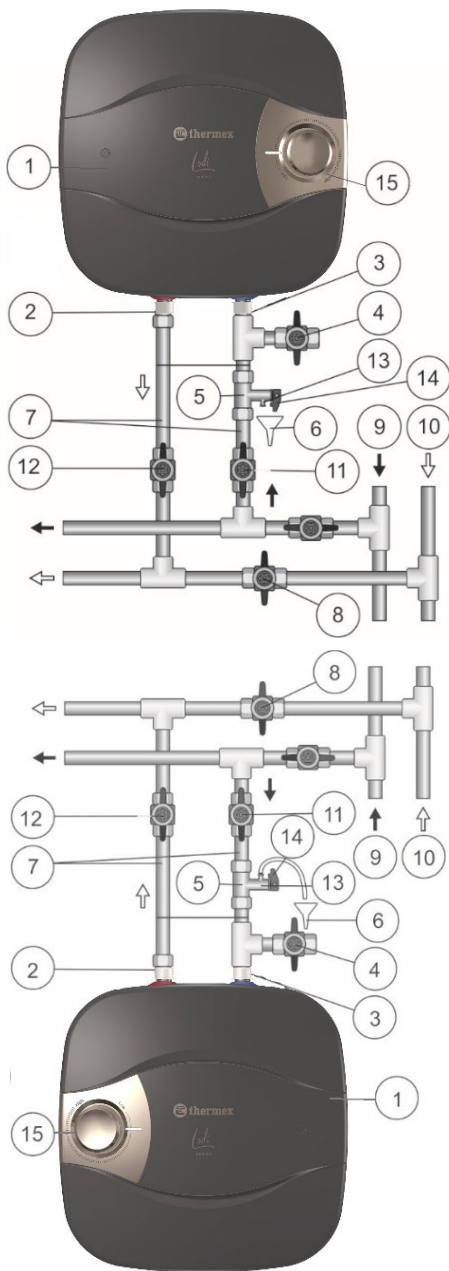

Рисунок 1-2. Схема подключения ЭВН к водопроводу сверху и снизу
Внутренний бак имеет специальное биостеклофарфоровое покрытие, надежно защищающее внутреннюю поверхность от химической коррозии и, как следствие, длительный срок эксплуатации. Пространство между внешним корпусом и внутренним баком заполнено пенополиуретаном - современной, экологически чистой теплоизоляцией, обладающей наилучшими характеристиками теплосбережения. Модели THERMEX Lodi имеют два резьбовых патрубка: для входа холодной воды (Рис. 1-2, п. 3) с синим кольцом и выхода горячей воды (Рис. 1-2, п. 2) - с красным кольцом. На лицевой стороне ЭВН, во всех моделях, находится панель управления (Рис. 1-2, п. 15).
Предохранительный клапан (Рис. 1-2, п. 5) выполняет функции обратного клапана, препятствуя попаданию воды из водонагревателя в водопроводную сеть в случаях падения в последней давления и в случаях возрастания давления в баке при сильном нагреве воды, а также функции защитного клапана, сбрасывая избыточное давление в баке при сильном нагреве воды. Во время работы водонагревателя вода может просачиваться из выпускной трубы предохранительного клапана для сброса излишнего давления, что происходит в целях безопасности водонагревателя. Эта выпускная труба должна оставаться открытой для атмосферы и быть установлена постоянно вниз и в незамерзающей окружающей среде.
Необходимо обеспечить отвод воды из выпускной трубы предохранительного клапана (Рис. 1-2, п. 5) в канализацию, предусмотрев при монтаже ЭВН соответствующий дренаж (Рис. 1-2, п. 6).
Необходимо регулярно (не реже одного раза в месяц) проводить слив небольшого количества воды через выпускную трубу предохранительного клапана (Рис. 1-2, п. 13). в канализацию для удаления известковых осадков и для проверки работоспособности клапана. Для открывания клапана он снабжен ручкой (Рис. 1-2, п. 5). Необходимо следить, чтобы во время работы ЭВН эта ручка находилась в положении, закрывающем слив воды из бака.
Установить предохранительный клапан (Рис. 1-2, п. 5) на входе холодной воды (Рис. 1-2, п. 3), помеченном синим кольцом, закрутив на 3,5 - 4 оборота, обеспечив герметичность соединения любым уплотнительным материалом (льном, лентой ФУМ и др.).
Подключение к водопроводной системе может производиться только в вертикальном положении патрубками вниз (O) или патрубками вверх (U) в соответствии с Рис. 1-2. Установка в ином положении недопустима, так как это может вызвать выход ЭВН из строя и снятие изделия с гарантии.
Рисунок 1-2: 1 – ЭВН, 2 – патрубок горячей воды, 3 – патрубок холодной воды, 4 – сливной вентиль, 5 – предохранительный клапан, 6 – дренаж в канализацию, 7 – подводка, 8 – перекрыть вентиль при эксплуатации ЭВН, 9 – магистраль холодной воды, 10 – магистраль горячей воды, 11 – запорный вентиль холодной воды, 12 – запорный вентиль горячей воды, 13 – выпускная труба предохранительного клапана, 14 – ручка для открывания предохранительного клапана, 15 – панель управления.
После подключения откройте вентиль подачи холодной воды (Рис. 1-2, п. 11) в ЭВН, кран выхода горячей воды из ЭВН (Рис. 1-2, п. 12) и кран горячей воды на смесителе, чтобы обеспечить отток воздуха из водонагревателя. При конечном заполнении ЭВН из крана смесителя непрерывной струей потечет холодная вода. Закройте кран горячей воды на смесителе.
Примечание: для облегчения обслуживания ЭВН в процессе эксплуатации рекомендуется установка сливного вентиля (Рис. 1-2, п. 4) в соответствии с рис. 1 (для моделей, не оборудованных сливным патрубком (не входит в комплект поставки ЭВН)).